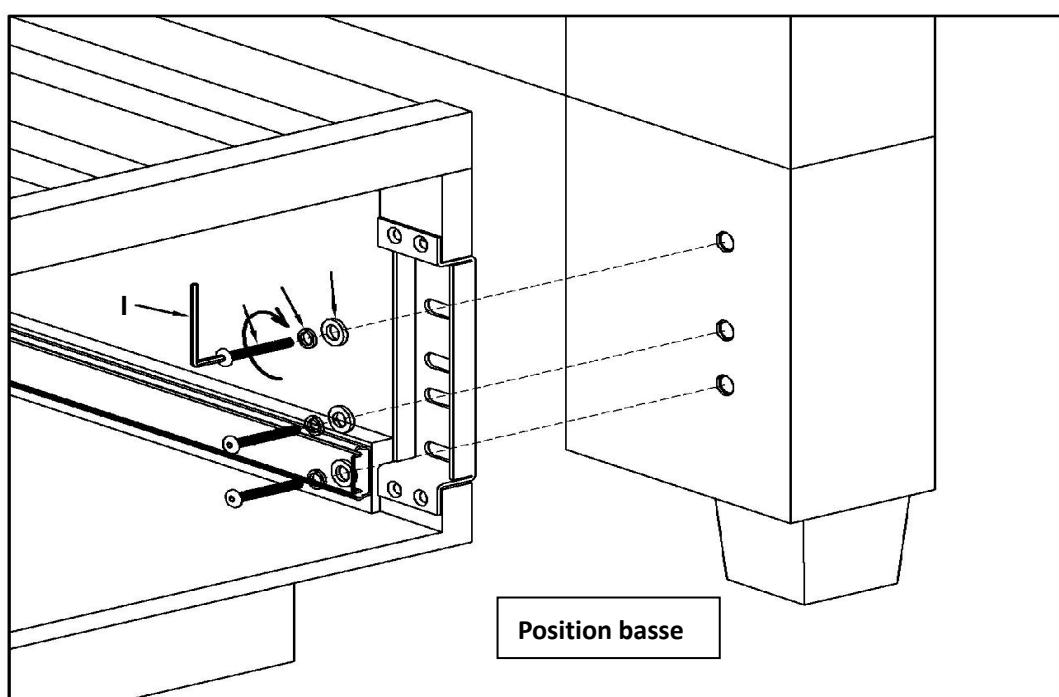

Fig. 5
25. Serrer tous les boulons avec la clé hexagonale (I) fournie.
- Les têtes de lit Raleigh, York et Georgetown utilisent le support avec fentes dans la position basse (comme livrées à leur sortie d'usine). La distance entre le sol et le trou inférieur est d'environ 5-1/2 pouces. Voir Fig. 5. Lors de l'installation d'une tête de lit dans la position basse, passer directement à l'étape 11. Voir **Fig. 5**.